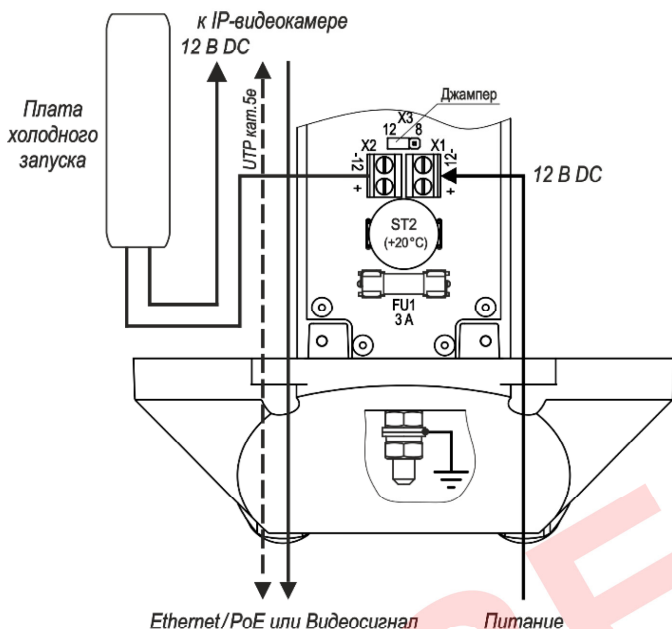

Рисунок 4 – Схема подключения IP-видеокамеры (12VDC)
* Предприятием-изготовителем в видеокамере с питанием 24VDC/AC, 220VAC джампер Х4 (Х7) установлен в положение «25» - мощность обогрева 25 Вт, для изменения мощности на 17 Вт джампер необходимо переставить в положение «17» (см. рисунки 2, 3), в видеокамере с питанием 12VDC джампер Х3 установлен в положение «12» - мощность обогрева 12 Вт, для изменения мощности на 8 Вт джампер необходимо переставить в положение «8» (см. рисунок 4).
При использовании прожектора или другого внешнего оборудования ввести через кабельный ввод кабель от прожектора и, соблюдая полярность, подключить его к разъему «12 В» на плате DC/DC (см. рисунок 4).